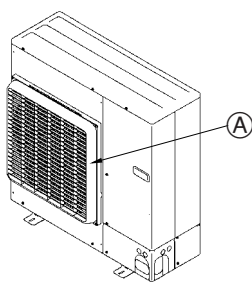

Fig. 2-4
- Si la unidad está situada en un lugar expuesto a vientos fuertes como huracanes que puedan entrar en la salida de aire coloque una guía para la salida de aire o una guía de aire. (Fig. 2-4)